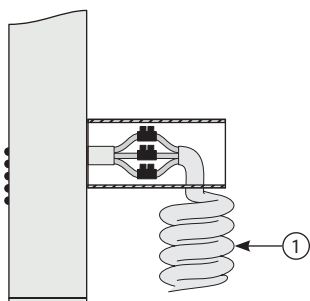

Рис.3
4.8. При подключении через скрытую проводку необходимо отсоединить витой кабель от клеммной колодки (рис. 3).